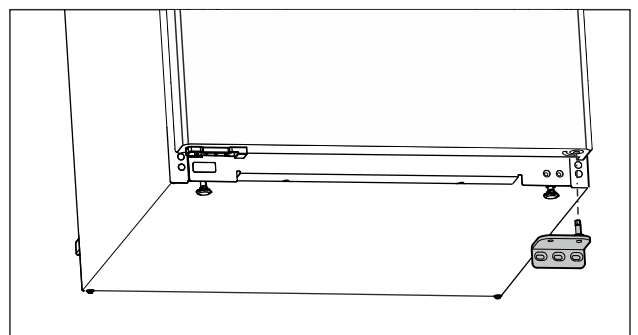

Fig. 15
- ▶ Verwijder de lagersteun naar beneden. (zie Fig. 15)